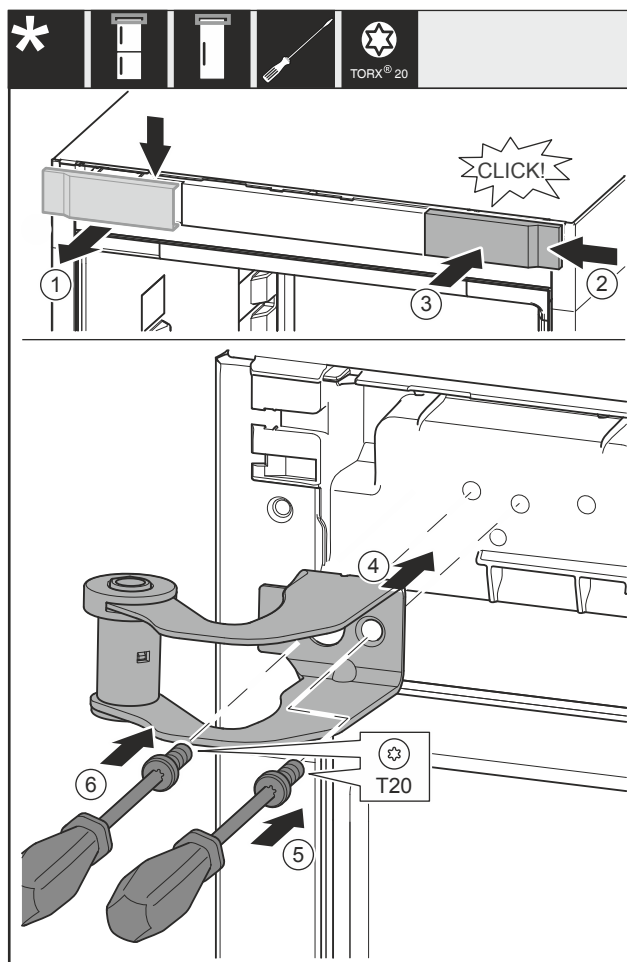

Fig. 35
- ▶ Vegye ki felülről a fedelet Fig. 35 (1) előre felé.
- ▶ Akassza be a fedelet Fig. 35 (2) 180°-kal elfordítva a másik oldalra jobb felől.
- ▶ Pattintsa be a fedelet Fig. 35 (3).
- ▶ Helyezze fel a felső csapágybakot Fig. 35 (4).
- ▶ Húzza meg a csavart Fig. 35 (5).
- ▶ Húzza meg a csavart Fig. 35 (6).